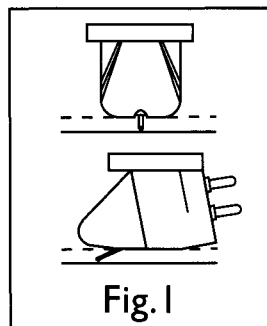

Fig. 1
(1) Montage. Pour éviter d'endommager la pointe de lecture lors du montage, enlever l'ensemble de pointe du corps de la tête de lecture (voir Fig. 3). Le montage est plus simple si on branche les conducteurs sur la tête de lecture avant d'insérer celle-ci dans la coquille. Cette tête de lecture est munie de points de fixation standards de 12,7mm. Les vis de fixation sont fournies pour monter la tête de lecture de façon bien rigide sur la coquille. Ne pas trop serrer ces vis. Monter la tête de lecture de telle façon que lorsqu'on la regarde par l'avant et le côté, sa surface supérieure soit parallèle au disque (voir Fig. 1).